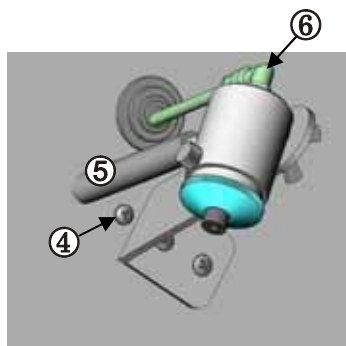

Рис.4. Вид изнутри камеры
- заглушить (рис.4) второе отверстие (4);
- установить и закрепить двумя винтами М4х8 с шайбами Ø4 и гайками М4 проектор из комплекта КМП (рис.4);
- соединить пневмошлангом (5) штуцер проектора со штуцером (2).